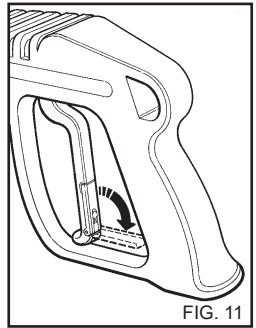

FIG. 11
- Включите предохранитель на пистолете, если не будете использовать аппарат (Рис. 11).